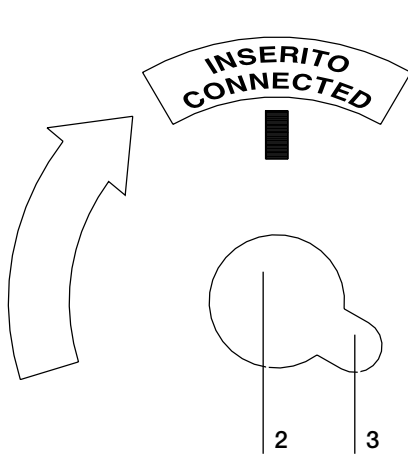

Fig. 23a
- Introduire le levier de manoeuvre (1) (fig. 23b) dans le logement (2) (fig. 23a) en faisant coïncider le tenon (2) (fig. 23b) du levier avec la rainure (3) (fig. 23a)
- extraire le levier de manoeuvre (1) (fig. 23b) dans le logement (2) (fig. 23a) en faisant coïncider le tenon (2) (fig. 23b) du levier avec la rainure (3) (fig. 23a)